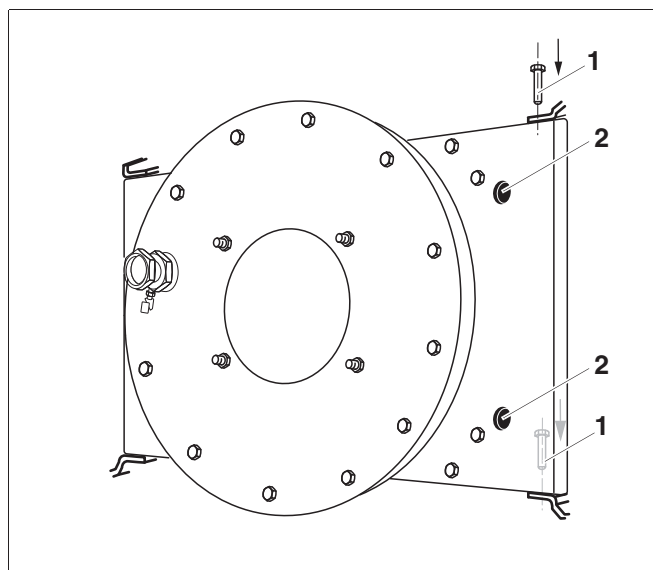

Рис. 10 Дверца горелки
- ▶ На другой стороне вставьте обе шарнирные оси с шайбами (рис. 10).